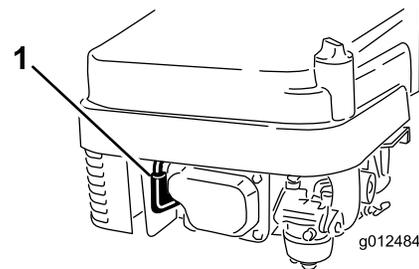

Figura 18
1. Collegate il cappello alla candela (Figura 18).